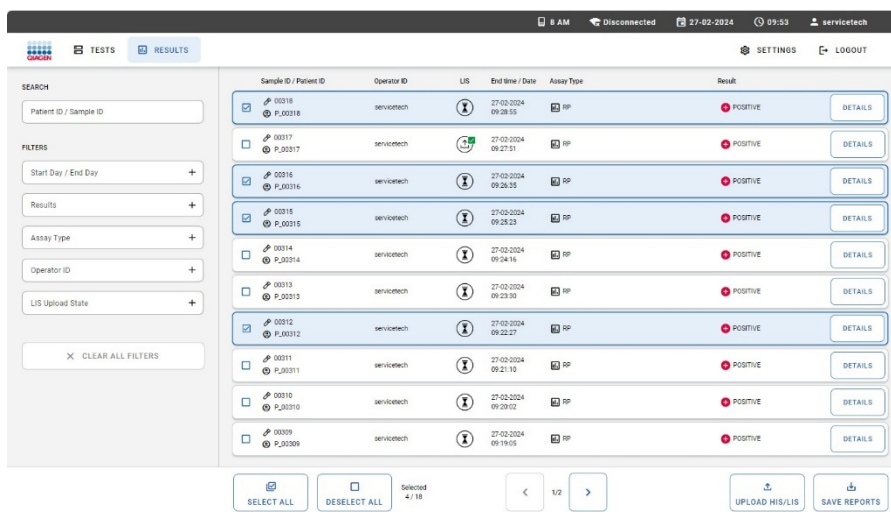

Abbildung 78. Auswahl mehrerer Testergebnisse zum manuellen Hochladen in das KIS/LIS
2. Wählen Sie in der Ergebnisübersicht ein oder mehrere Testergebnisse aus, indem Sie auf das Kontrollkästchen in der ersten Spalte tippen (Abbildung 78).